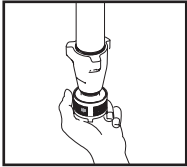

Fig. 12
5. Controllare che il filtro di ingresso non sia intasato e che non ci siano detriti. (Fig. 12)